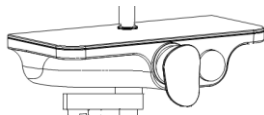
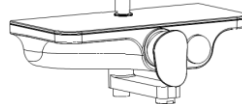

Рис.9
Рис. 10
3. С помощью кнопки переключателя режимов работы можете установить режимы работы «Ручной душ / Набор воды» и «Верхний душ». В режиме «Ручной душ / Набор воды» и включенном смесителе и при повернутом под смеситель носиком (рис. 9) вода будет литься из ручного душа. При повороте носика смесителя в положение, как на рис.10, вода будет литься из носика смесителя (1). Нажав еще раз кнопку переключателя режимов работы вода будет литься из верхнего душа.